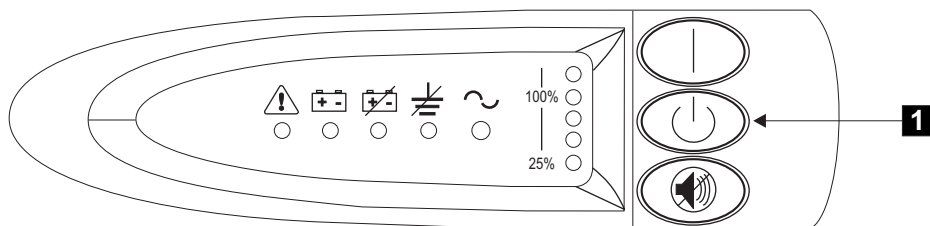

図 140. 2145 無停電電源装置のフロント・パネル・アセンブリー
1. 2145 UPS の前面のオフ・ボタン **1** を、約 5 秒間または長いビープ音が停止するまで押し続けます。図 140 を参照してください。